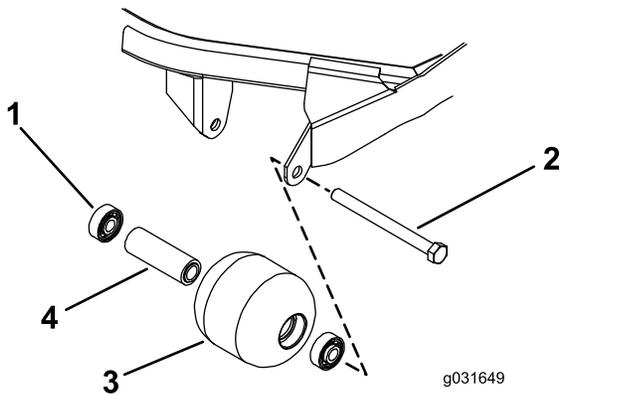

Bild 71
1. Entfernen Sie die Rollenbefestigungsschraube (Bild 71).
4. Prüfen Sie das Rollengehäuse, die Lager und das Distanzstück auf Beschädigungen (Bild 71).
Käfig oder gleichmäßig auf den inneren und äußeren Käfig drücken (Bild 71).
2. Setzen Sie ein Distanzstück ein (Bild 71).
3. Drücken Sie das zweite Lager in das Rollengehäuse, indem Sie nur auf den äußeren Käfig oder gleichmäßig auf den inneren und äußeren Käfig drücken, bis es auf dem Distanzstück aufliegt (Bild 71).